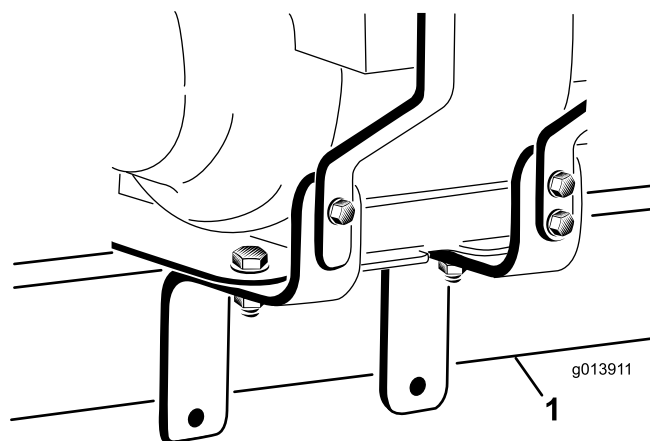
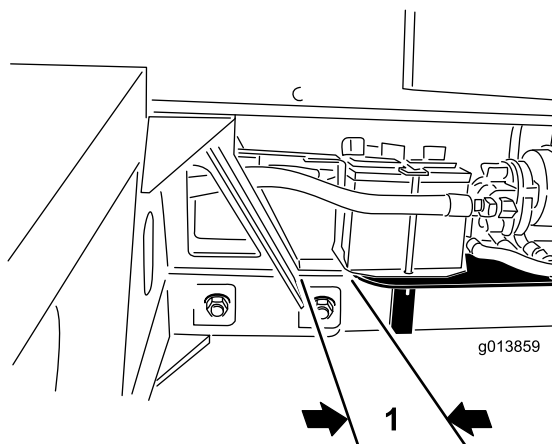

Figura 5
Figura 6
19. Puesto que el conjunto del motor pesa mucho, puede ser difícil posicionar este componente. Con la ayuda de otra persona, posicione el conjunto del motor sobre la barra de enganche de la ProPass. Asegúrese de que los soportes de montaje del motor están colocados en cada lado de la barra de enganche (Figura 5), y que el borde trasero de la placa de montaje del motor está a 1 pulgada (25 mm) aproximadamente del alojamiento de la barra del enganche de la ProPass (Figura 6).